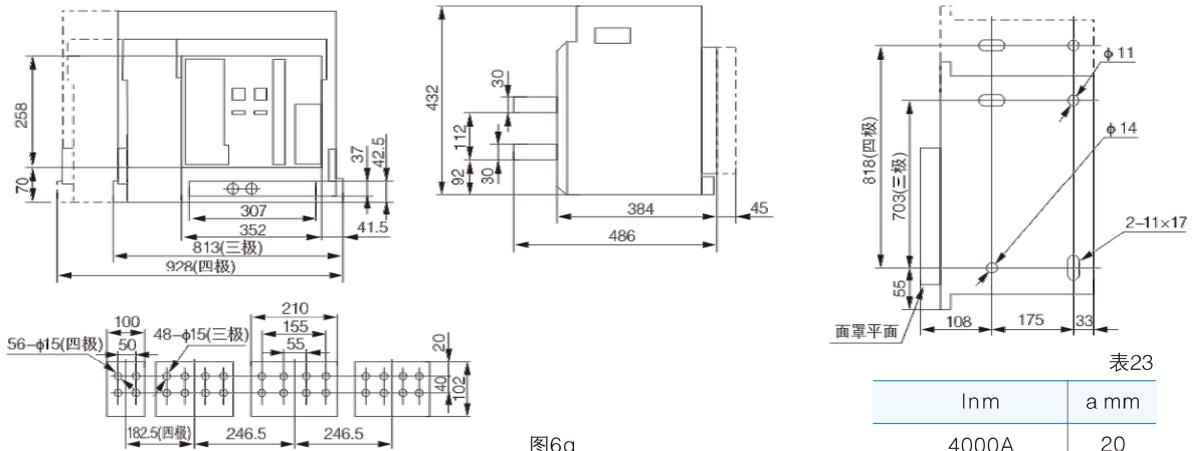

图6g
• CFW45-6300/4000A、5000A 抽屉式断路器三极、四极安装，外形尺寸(见图6g)